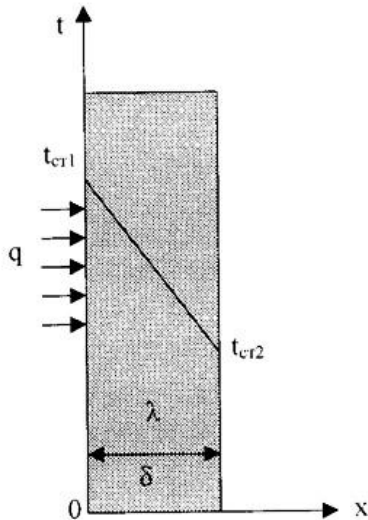

Рис.9.2. Однородная плоская стенка.
1). Однородная плоская стенка (Рис.9.2.).